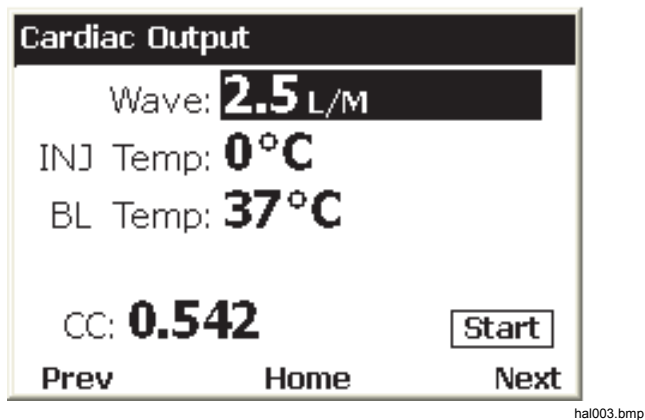

图 7.心输出量屏幕
2. 按 **ENTER**。显示屏将显示图 7 中的心输出量屏幕。
比如，以图 7 所示心输出量屏幕为例。高亮显示 **Prev** 并按 **ENTER** 时，显示屏将显示温度屏幕。在心输出量屏幕中高亮显示 **Next** 并按 **ENTER** 时，显示屏将显示胎儿/母体屏幕。